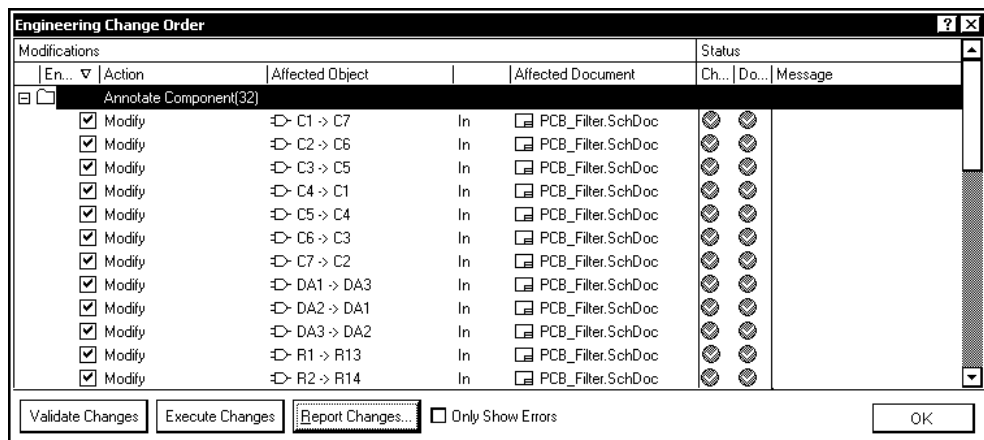

Рис. 4.12. Диалог внесения изменений в документы проекта
- При нажатии кнопки **Accept Changes (Create ECOs)** список изменений передается на обработку. Открывается окно **Engineering Changes Order** (рис. 4.12) со списком изменений, которые предстоит внести в схему.